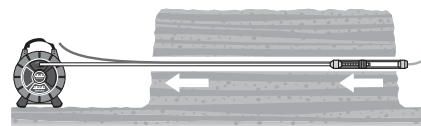

Figura 14 – Conexión del conducto, cable o tubo al Sistema de inspección CROSSCHEK
8. Cuando el Sistema de inspección haya salido agujero, extraiga la manguera de aire. Si se desea, acople ahora el conducto, cable o tubo al Sistema de inspección CROSSCHEK mediante el adaptador apropiado (Figura 14). No tuerza la cámara ni el cable de empuje cuando acople el conducto, cable o tubo.